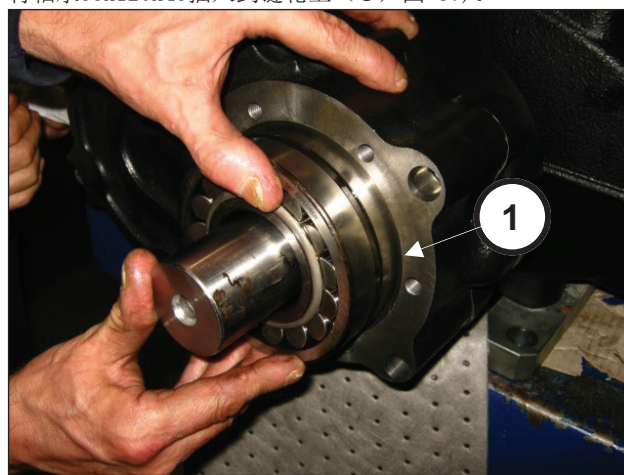

图 87
将轴承 55x120x43 插入到链轮上 (①, 图 87)。